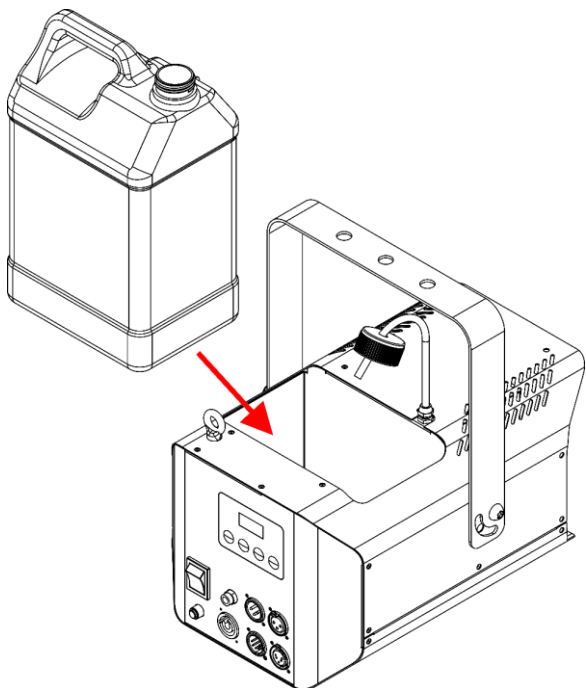

Fig. 18
- 07) Remplacez le réservoir de liquide dans l'appareil, comme indiqué sur la Fig. 18.